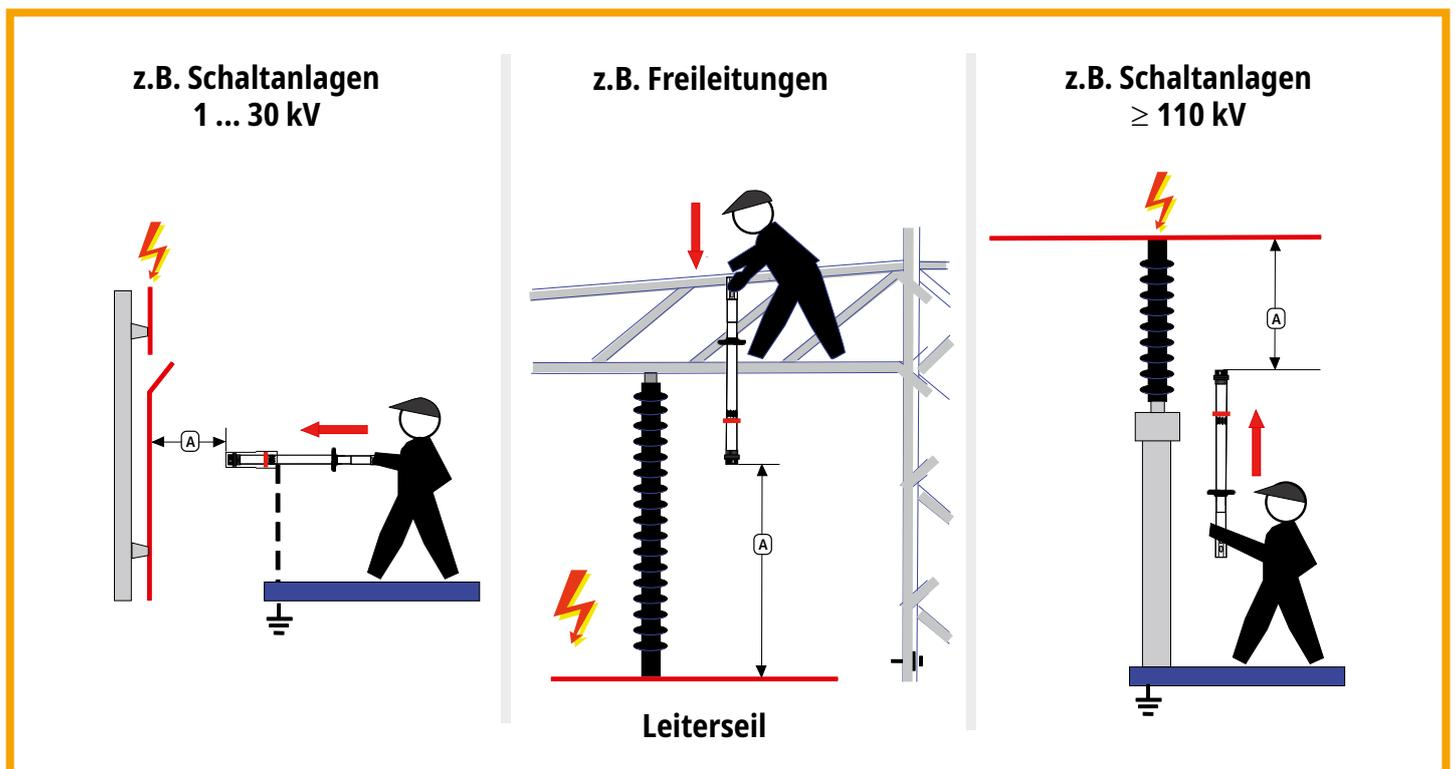

Bild 7 Anwendungsbeispiele nach Tabelle 2
- ➔ Die Gebrauchslage kann beliebig gewählt werden (siehe Bild 7, Seite 13).
- Das auf den Spannungszustand zu prüfende Anlagenteil ist mit dem Arbeitskopf anzupeilen (Bild 7).